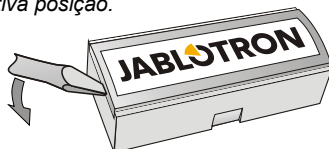

Figura 2a
2. Remova a tampa do botão de campainha empurrando-a cuidadosamente para cima com uma chave de fendas (figura 2a).
A central de alarme reporta automaticamente estados de bateria fraca. Não é necessário comutar para o Modo de serviço porque o botão de campainha não tem contacto de manipulação. O botão pode ser desmontado depois da remoção da tampa da etiqueta e de um parafuso sob a mesma (figura 2a). Aguarde pelo menos 10 segundos ou pressione o botão repetidamente para descarregar completamente as pilhas antes de introduzir pilhas novas. Recomendamos a utilização de pilhas fornecidas por um distribuidor ou outras pilhas de boa qualidade. **Substitua sempre ambas as pilhas.**